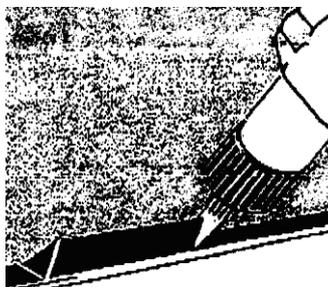

Рис. 7
7. Прилагаемый наконечник вырезать треугольником по полученной высоте необходимого валика. Высота валика рассчитывается следующим образом: замеряется высота отбортовки кузова и к полученному размеру прибавляется 2 мм. Открыть крышку картуша и удалить находящееся в нём вещество для осушки. Проткнуть защитную плёнку на конце винтовой головки (рис. 7).